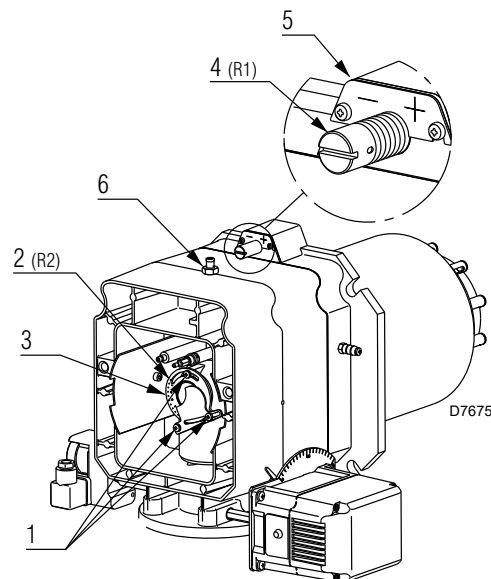
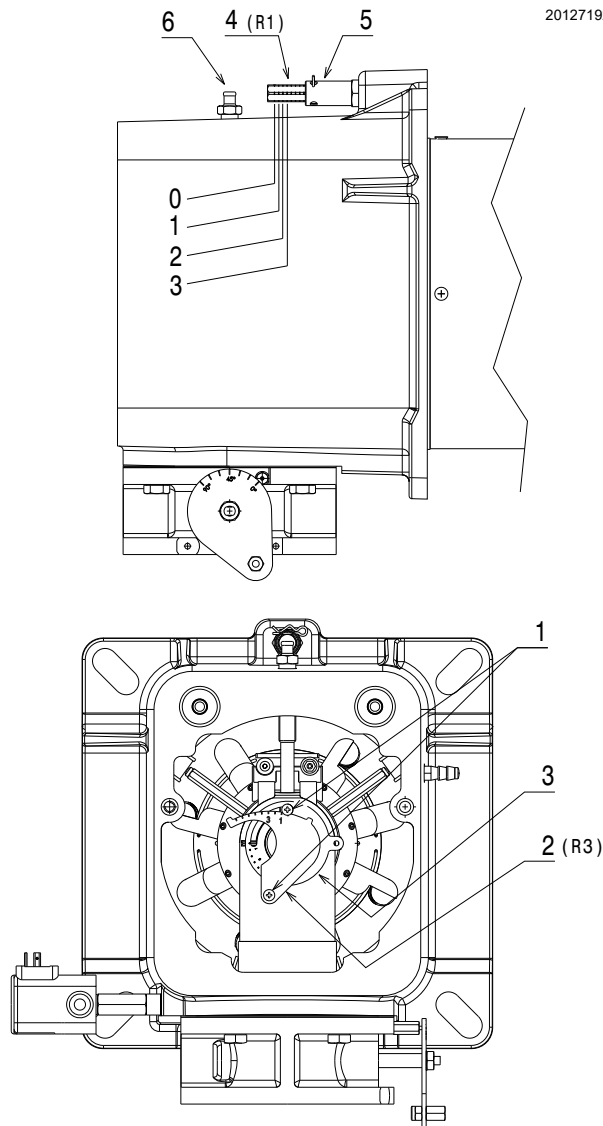

Fig. 18
Fig. 19
- Ruotare la vite 4)(Fig. 18 - Fig. 19) fino a far collimare la tacca trovata con il piano anteriore 5) del raccordo.
- Allentare le 2 viti 1)(Fig. 18) e ruotare la ghiera 2) fino a far collimare la tacca trovata con la vite 1).